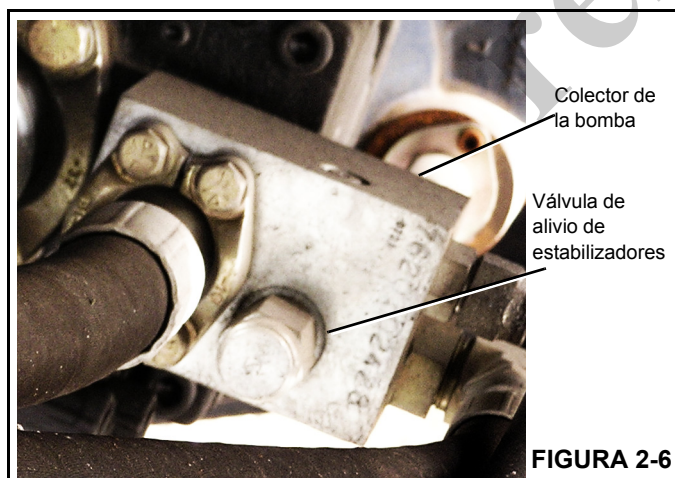

FIGURA 2-6
4. Active la función de retracción para el estabilizador seleccionado. Ajuste la presión de alivio a 3000 (+100/-0) psi (20 684 +689/-0 kPa). La válvula de alivio para el circuito del estabilizador está ubicada en el colector de la bomba (Figura 2-6).